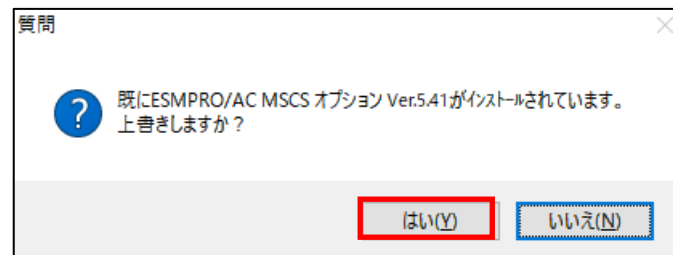

図 5.1-17
(6) 下位バージョンの製品がインストールされている状態でバージョンアップインストール、または、同一バージョンの製品がインストールされている状態で上書きインストールをする場合は、上書きを実施するか表示されます。インストールを継続する場合は「はい」を選択します。図 5.1-17 のバージョン番号はインストールされているESMPRO/AC製品のバージョンが表示されます。